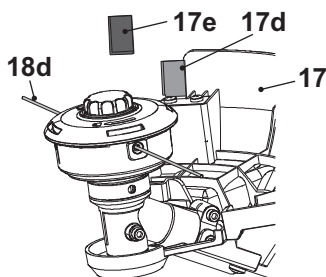

Fig. 19
Le carter (17) protège l'utilisateur contre la projection d'objets lors du fonctionnement. Il est équipé d'une lame (17d) coupe-fil (18d) (Fig. 19).